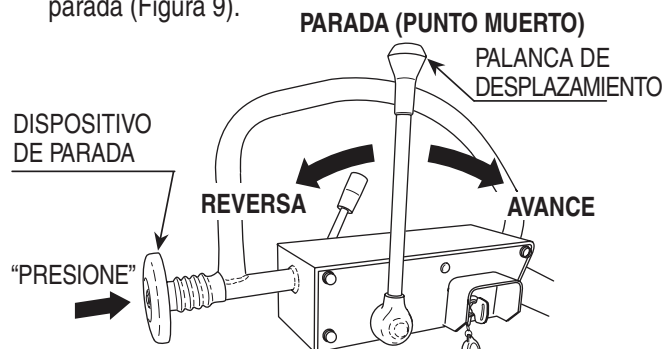

Figura 9. Revisión del dispositivo de parada
4. Con la palanca de desplazamiento en reversa, presione el dispositivo de parada para verificar que la palanca de desplazamiento vuelva a la posición de punto muerto. La palanca de desplazamiento permanece en la posición de punto muerto una vez que se suelta el dispositivo de parada (Figura 9).